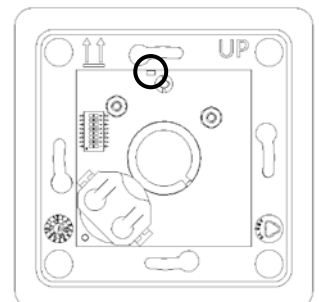

Fig. 31
**Nota:** Una vez configurada la zona, el LED parpadeará 5 veces y a continuación se apagará (Fig. 31.) Si realiza cualquier cambio en la configuración de la zona asegúrese que el canal de asociación está activo.